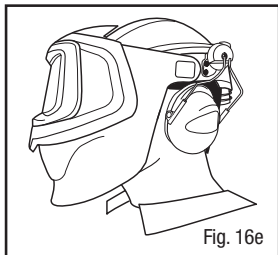

Fig. 16e
- **Utilisation** : Pendant l'utilisation, pousser les tiges métalliques complètement vers l'intérieur en direction de la tête jusqu'à ce que l'on entende un « clic » (Fig. 16e). Les coussinets des coquilles doivent envelopper complètement l'oreille et être étanches contre la tête. Pour une atténuation maximale du bruit, dégager les cheveux qui se trouvent derrière les oreilles pour que les coquilles soient en contact direct avec la tête.